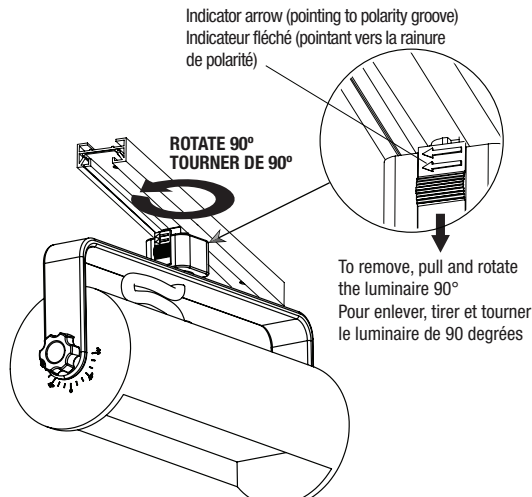

Fig. 2
2. For J-Type, rotate the Track Adaptor 90° (Fig. 2) so that the Indicator Arrow point toward the Polarity Groove once installed (Fig. 3). For H & L Type, polarity groove are in opposite direction, then the indicator arrows point toward the opposite direction (Fig. 4). Pull Adaptor Latch down as you rotate Track Adaptor in order for Latch to clear track edge and allow it to snap into place in the track.
4. To remove or relocate track fixture location, pull Adaptor Latch down, rotate the Track Adaptor 90° away from the Polarity Groove and remove (Fig. 2 detail).
2. Pour les adaptateurs «J», tourner l'adaptateur de 90° (Fig. 2) de sorte à ce que l'indicateur fléché pointe vers la rainure de polarité une fois installés (Fig. 3). Pour les adaptateurs «H» et «L», la rainure de polarité est inversée, donc les indicateurs fléchés pointent dans la direction opposée (Fig 4). Tirer la languette de blocage de l'adaptateur vers le bas en le tournant de façon à ce qu'il se désengage du rail et pour lui permettre de se fixer au bon endroit une fois en place dans le rail.
4. Pour retirer ou relocaliser le luminaire, tirer la languette de blocage vers le bas, tourner -le de 90° dans le sens inverse de la rainure de polarité et le retirer (Fig. 2 détail).